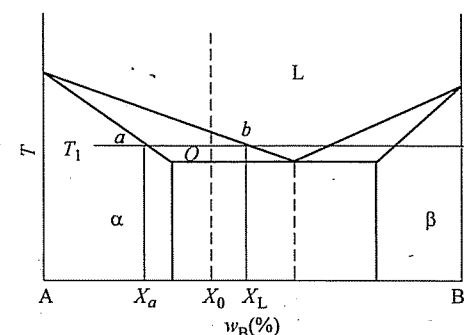

图 5-1 第三题第 3 小题图
3. (10 分) 根据图 5-1 所示, 推导在  $T_1$  温度下成分为  $X_0$  的合金在  $\alpha + L$  两相区时, 表示两相  $\alpha$  和  $L$  的相对量 (重量) 的杠杆定律 (图中成分均为重量百分数)。